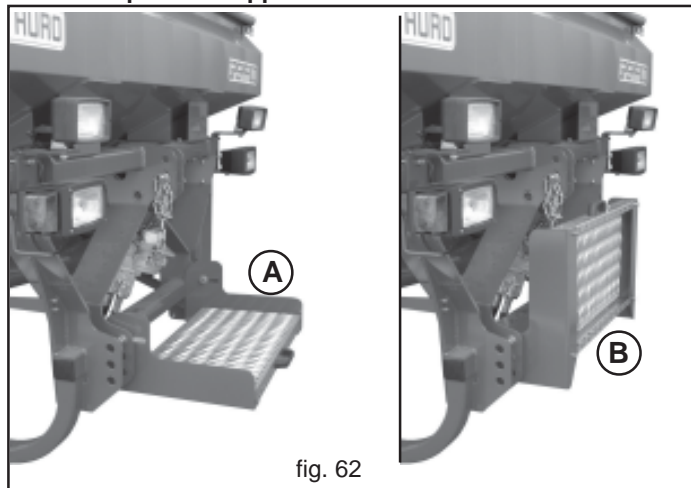

fig. 62
Le chargement des trémies et réservoirs peut s'effectuer à la main ou au moyen d'un élévateur d'une capacité supérieure à 200 kg et régulièrement homologué par les organismes préposés. Il convient de rappeler que le soulèvement de poids supérieurs à 25 kg exige l'intervention de plusieurs opérateurs ou l'utilisation d'un équipement de levage. Dans le cas de chargement manuel, utiliser le marchepied (A, Fig. 62) pour accéder à la trémie de l'équipement. Replier toujours le marchepied comme indiqué à la Figure 62 (B) aussi bien pendant le travail que pendant le transport sur route.